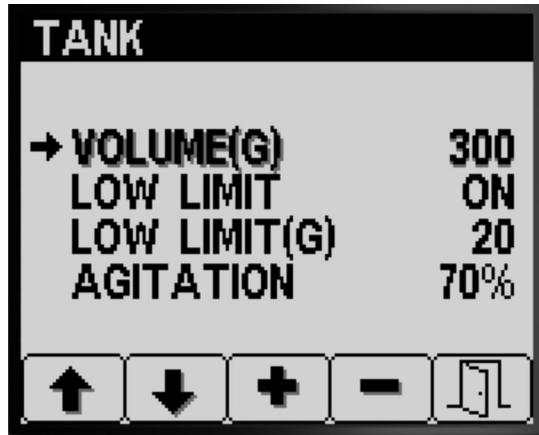

図 12
1. ボタン1と2でタンク液量オプション間の移動図12。
2. ボタン3と4で数値を増減してタンク内の薬剤量数値を設定図12。